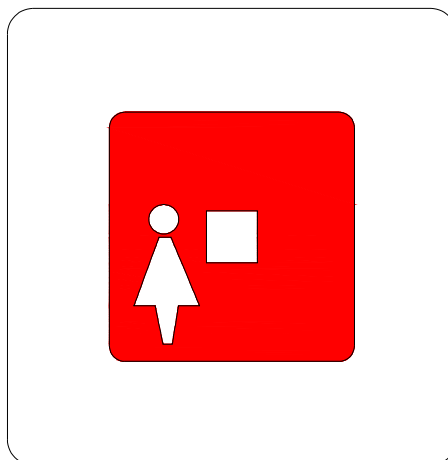

Рисунок 11 - Кнопки вызова К-01С, К-03Т
-кнопка стандартного вызова К-01С (рисунок 11) имеет на клавише наклейку красного цвета с пиктограммой изображающей медсестру;